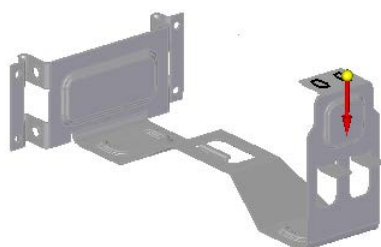

图 8.11.76 定义移除方向
(3) 定义法向除料特征属性。在命令条中单击“厚度剪切”按钮  和“穿透下一个”按钮 ，并将移除方向调整至图 8.11.76 所示的方向。
(4) 单击  按钮，完成特征的创建。